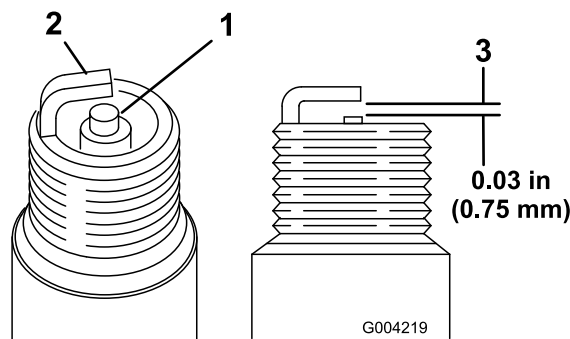

Рисунок 47
1. Осмотрите середину обеих свечей зажигания (Рисунок 47). Если на изоляторе замечен светло-коричневый или серый налет, то двигатель работает должным образом. Черный налет на изоляторе обычно означает, что загрязнен воздухоочиститель.
2. Проверьте зазор между центральным и боковым электродами (Рисунок 47).
3. Если зазор неправильный, отогните боковой электрод (Рисунок 47).